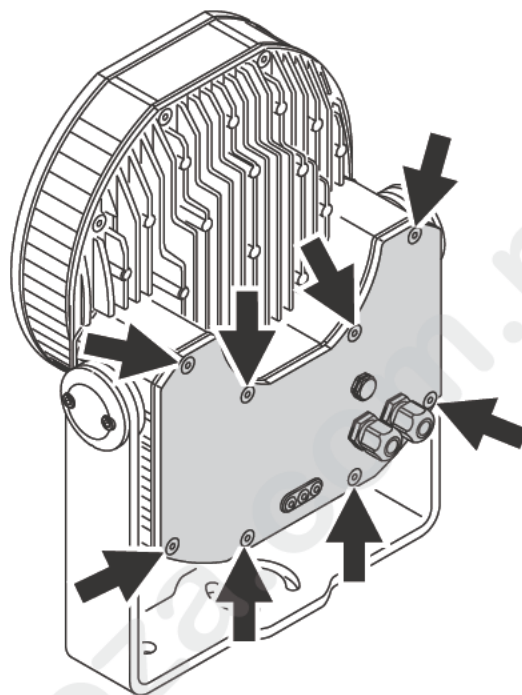

Figura 4 Tornillos de fijación de la cubierta posterior
3. Observar la Figura 4. Extraer los tornillos de fijación de la cubierta posterior (con flecha) y extraer la cubierta.